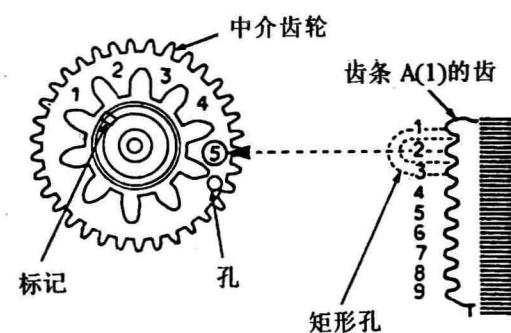

图79
- ⑤转动两个螺丝(A),从磁带盒仓上小心地移动顶板,使中介齿轮和齿条A(1)的齿在调整时能被看到;
- ⑥慢慢地安装磁带盒仓到机架上,并使齿条A(1)齿的第2个齿尖进入中介齿轮的第5个槽中,如图79所示(如果差一点,就稍稍移动磁带盒仓到正确位置);